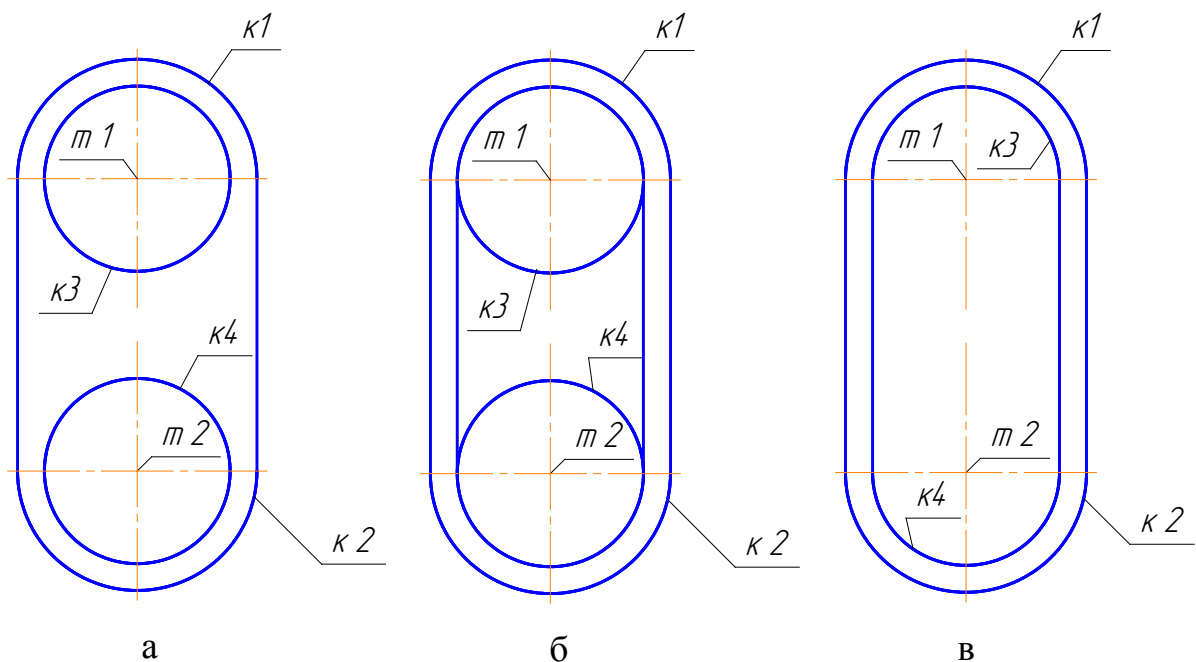

Рис. 93
Зафіксувати центри кіл в точці $m1$ і точці $m2$, коли стане активною прив'язка *Ближайшая точка* (рис. 93,а).
8. Побудувати відрізок, який дотичний до кола $k3$ і кола $k4$. Послідовність побудови дивись вище. Результат побудови зображено на рис. 93,б.
9. Видалити частини кола $k3$ і кола $k4$, які розташовані між вертикальними відрізками. Послідовність побудови дивись вище. На рис. 93,в показано результат побудови.